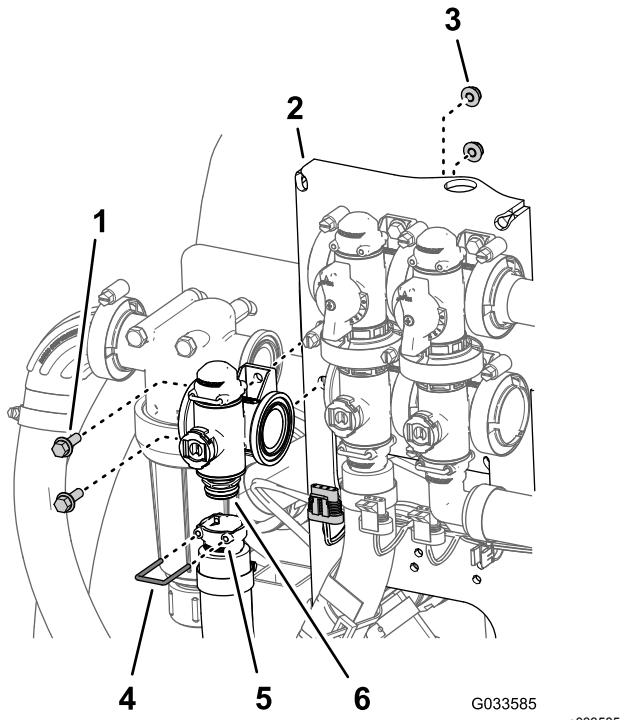

Figura 111
controllo del volume (Figura 111). | |
3. Rimuovete i 2 bulloni a testa flangiata (1/4" x 3/4") e 2 dadi di bloccaggio flangiati (1/4") che fissano la valvola di controllo del volume al supporto della valvola e rimuovete il collettore della valvola dalla macchina (Figura 111).